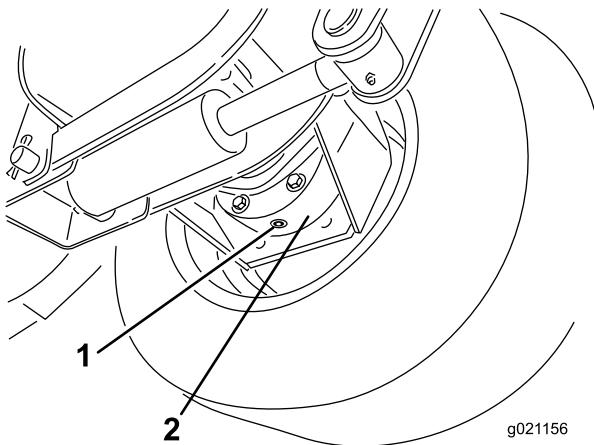

図 74
3. ブレーキハウジングの下に容器を置き、プラグを外してオイルを抜く図 74。